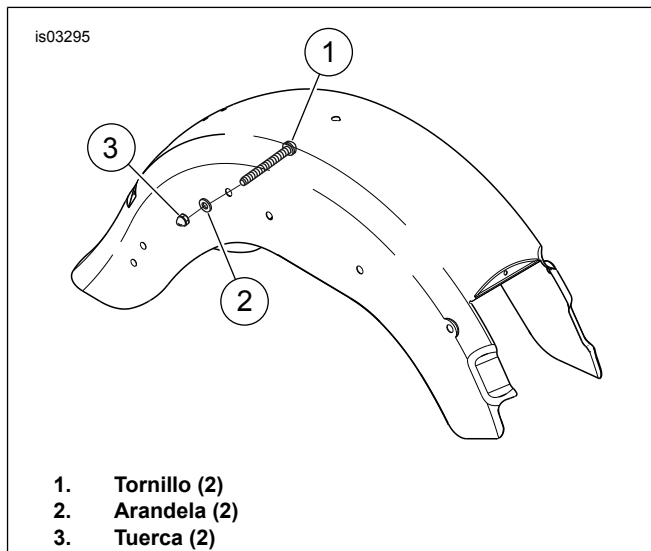

Figura 2. Instalación de los elementos de sujeción (FLST)
3. Vea la Figura 2. Instale la alforja usando el tornillo (del kit de neumático ancho) (1), la arandela (2) y la tuerca (3). Los tornillos se instalan desde adentro hacia afuera del guardabarros.